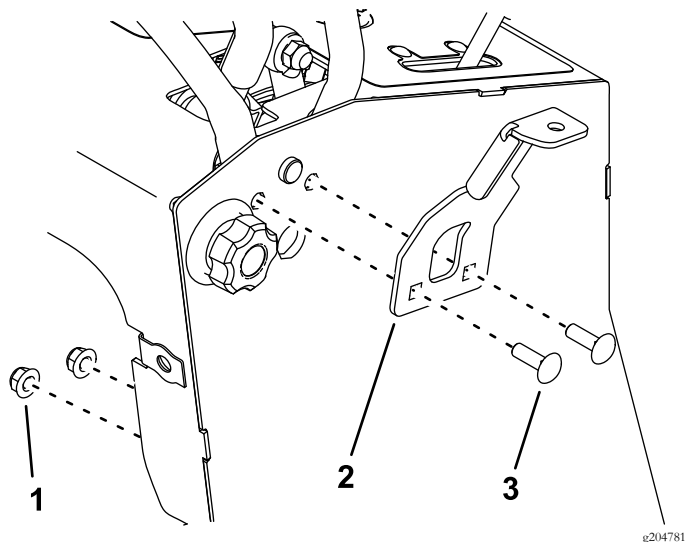

Figura 2
1. En ambos lados de la máquina, instale un soporte con 2 pernos de cuello cuadrado (5/16" x 1") y 2 tuercas (5/16"), según se muestra en Figura 2.